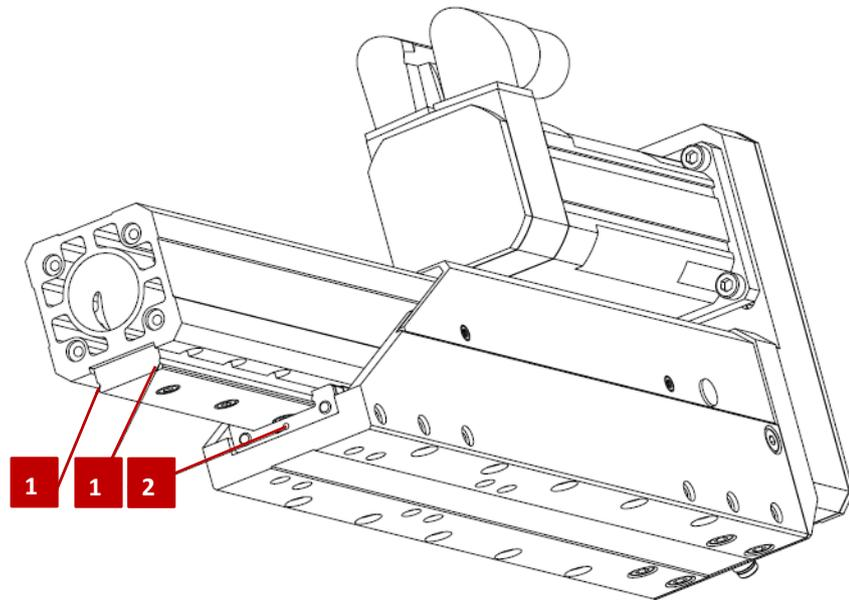

Fig. 14 Axe télescopique - graisseur guide linéaire
4. Lubrifier les rails du guide linéaire (Fig. 14, 1) de manière à appliquer un film lubrifiant uniforme.